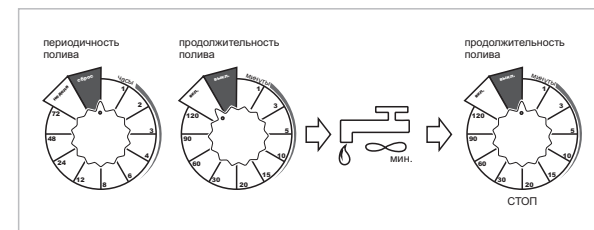

Рис. 6
4. Для настройки ручного режима поставьте периодичность полива в положение "Сброс", а продолжительность полива в положение "Вкл." В этом режиме вода начнет подаваться немедленно*. Для остановки подачи воды переведите продолжительность полива в положение "Выкл. (см. Рис. 6)"